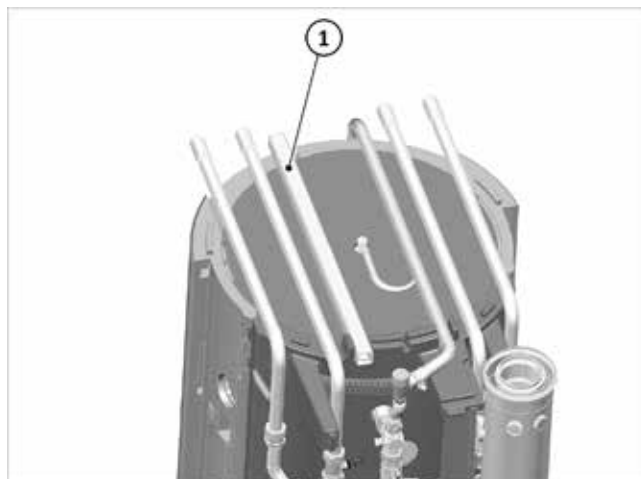

Fig. 102: canalina guida cavi
1. Far passare il cavo Modbus della scatola di distribuzione attraverso il canale passaggio cavi → Fig. 102 (1) che si trova sul coperchio.